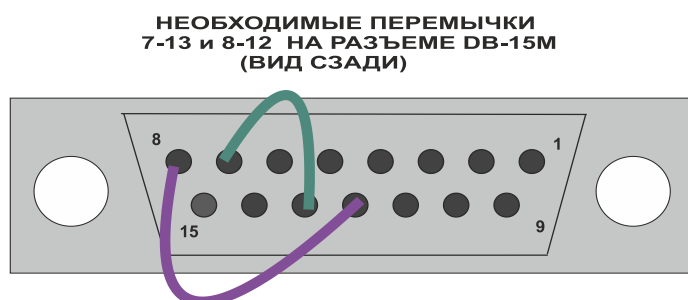

Рис.3
*В инверторах, предназначенных для параллельной работы, всегда установлен шлейф CAN и синхронизации (см. ПРИЛОЖЕНИЕ 10), поэтому для обеспечения одиночной работы необходимо установить в разъем CAN на лицевой панели ответную часть (вилку DB-15M) с выполненными перемычками 8-12 и 7-13 (см.рис.3).*